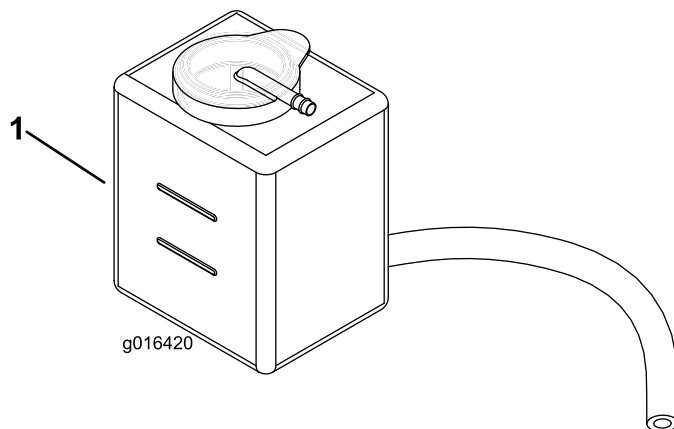

Figura 25
2. Controllate il livello del refrigerante (Figura 25). Quando il motore è freddo, il livello dovrebbe trovarsi tra le linee presenti sul serbatoio di riserva.